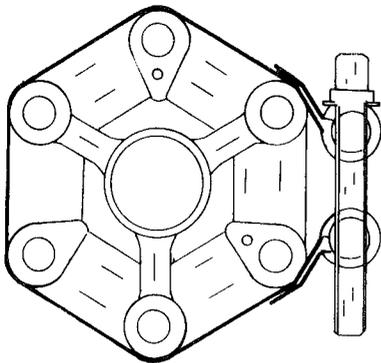

Bild 142
- Ehe die Welle getrennt wird, muss ein Spannbands um die Gelenkscheibe gelegt werden. Alfa Romeo-Werkstätten verwenden dazu ein Spezialwerkzeug (A.2.0263) welches, wie in Bild 142 gezeigt, um die Scheibe gelegt wird. Man kann jedoch einen kräftigen Schlauchbinder um die Scheibe legen und diesen sehr fest anziehen.